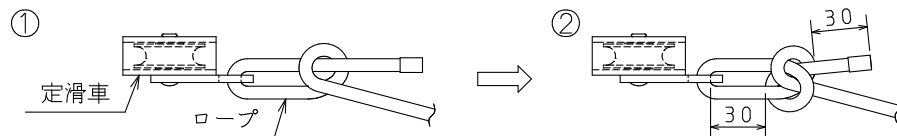

図2
定滑車にあるA点のロープ固定部に、図2のように①→②の順に結んでください。